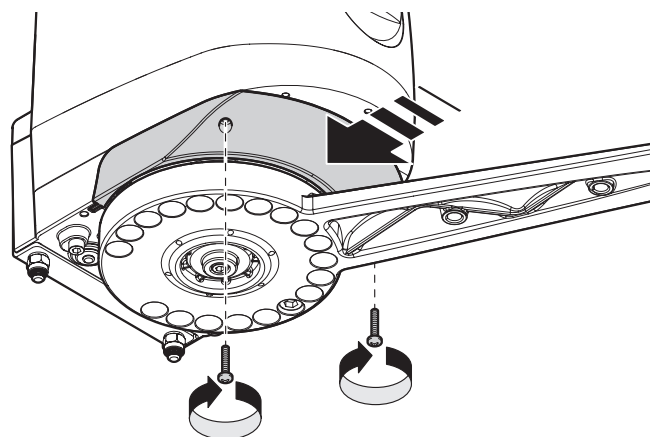

Fig.19
08. Remontez le couvercle avant et fixez les deux vis **fig. 19** ;